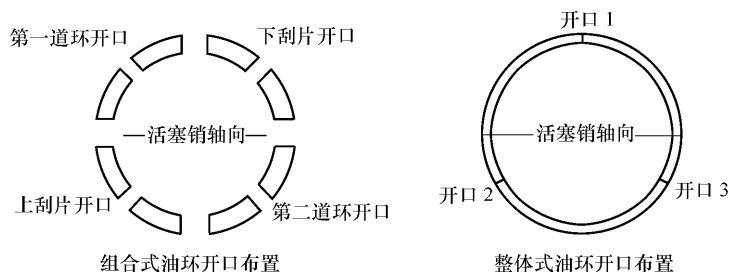

图 5-18 活塞环开口布置
3) 整体式油环开口与两气环开口互错 120°,同时不要使开口处于活塞销附近;组合式油环,三道环的 4 个开口 4 等分均分圆周,如图 5-18 所示。